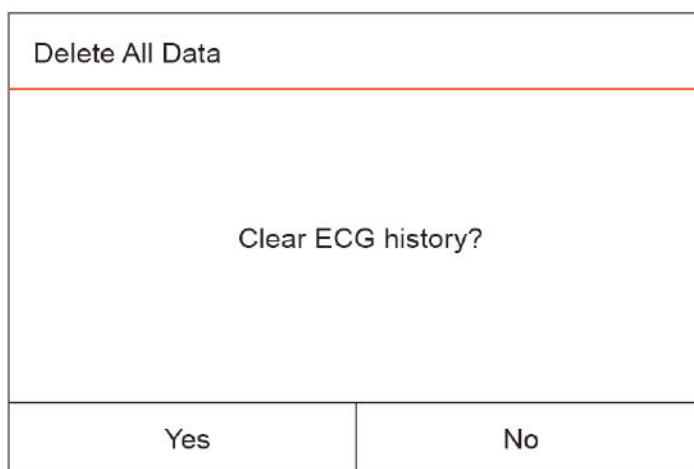

Figure 4.5 Supprimer l'historique ECG
- Appuyer longuement sur OK «  », puis une boîte de dialogue de suppression des enregistrements s'affichera, comme montré à la figure 4.5, l'utilisateur pourra alors supprimer toutes les données historiques du tracé ECG en fonction de l'invite.